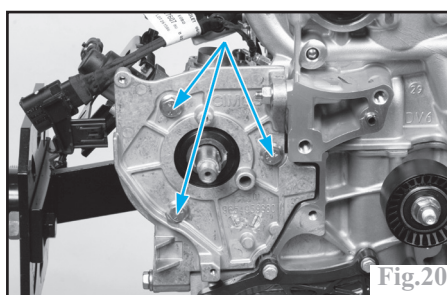

Fig.20
Obturer tous les orifices à l'aide de bouchons appropriés. Déposer les 3 fixations avant (Fig.20), avec le support arrière (3) (Fig.19) de la pompe puis la dégager.